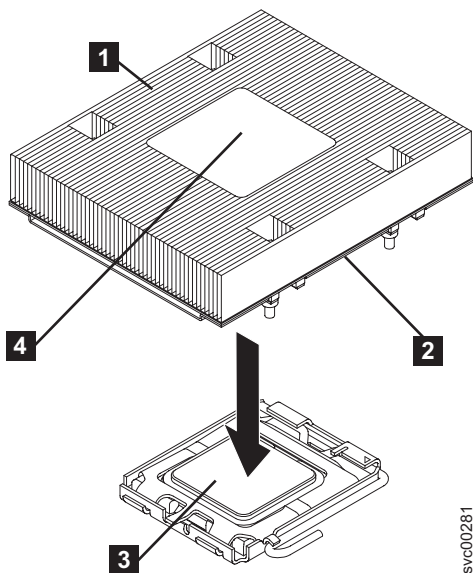

図 268. ヒートシンクの取り付け
7. 熱伝導グリース **2** 側を下にして、ヒートシンク **1** をマイクロプロセッサ **3** の上部に置きます (図 268 を参照)。拘束ねじを締めてヒートシンクをシステム・ボードに固定します。ヒートシンクの両側にある各ねじの間を、お互いがぴったり合うように締めながら、固く締まるまで交互に繰り返します。ここで注意すべきは、これらのねじのいずれも締めすぎないことです。